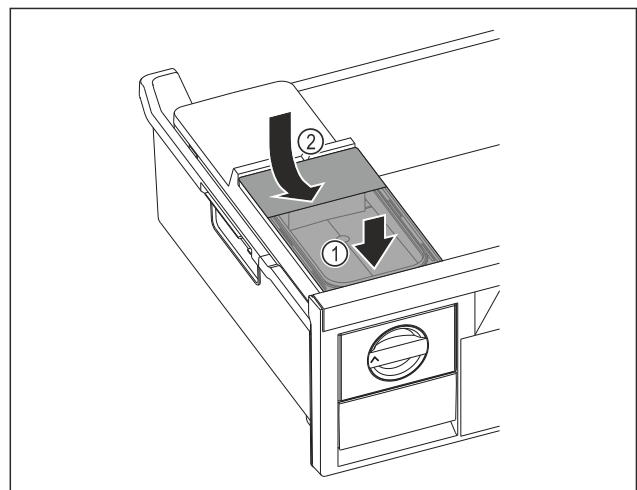

Fig. 82
- ▶ Collegare il serbatoio dell'acqua alla parte anteriore. Fig. 82 (1)
- ▶ Abbassare il serbatoio dell'acqua posteriore. Fig. 82 (2)